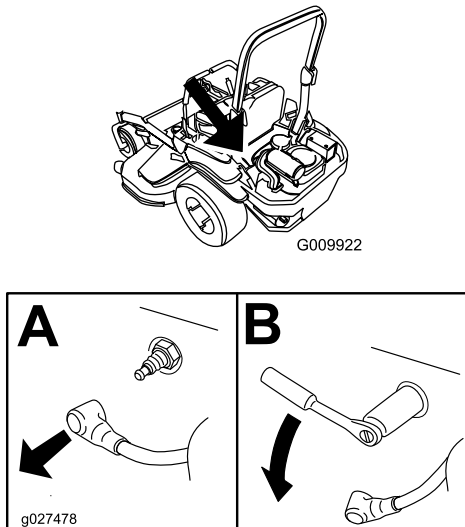

Figura 58
4. Localice y retire la(s) bujía(s), como se muestra en la Figura 58.